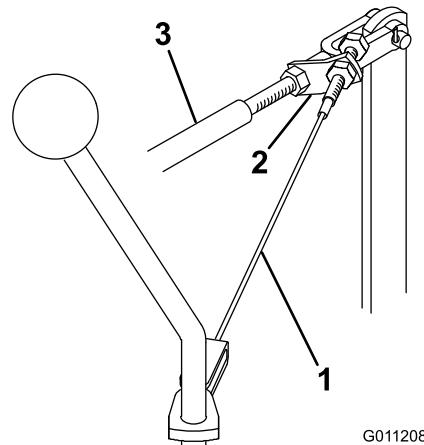

Figure 47
1. Desserrez l'écrou de blocage avant qui fixe l'ensemble câble au support de la tige de commande de tonte/relevage (Figure 47).
3. Maintenez la tige de commande de tonte/relevage en arrière et serrez le contre-écrou arrière pour supprimer pratiquement tout le mou dans le câble (Figure 47). Ne tendez pas le câble excessivement,